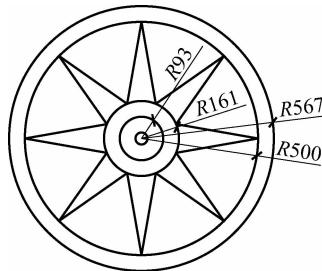

图 3-39 绘制拼花图案
绘制如图 3-39 所示的图形。
(9) 使用直线命令连接其他端点，得到图 3-39 所示图案。